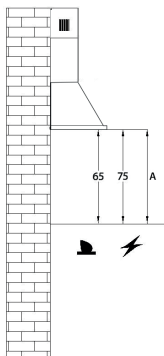
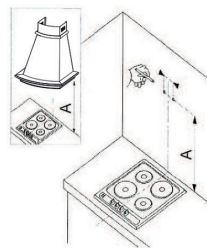

Рис. 4
Рис. 6
Если Вы используете газовую плиту или газовую поверхность, расстояние "А" между нижней частью вытяжки и поверхность для приготовления пищи должно составлять не менее 75 см, если электрическая не менее 65 см (Рис.4). Во время монтажных работ следует соблюдать действующие положение по отводу воздуха. Когда вытяжка используется одновременно с устройствами сжигания газа или другого топлива, в помещении должна быть надлежащая вентиляция.
- Приложите корпус вытяжки к стене (рис. 6), сохраняя минимальное 75 см для газовых и 65 см для электрических плит между нижним краем вытяжки и поверхностью для приготовления пищи на плите (рис. 4).